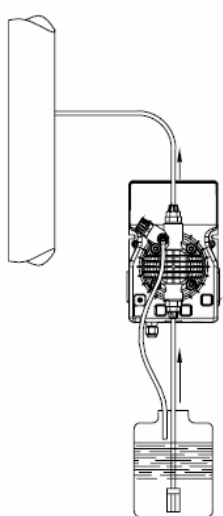
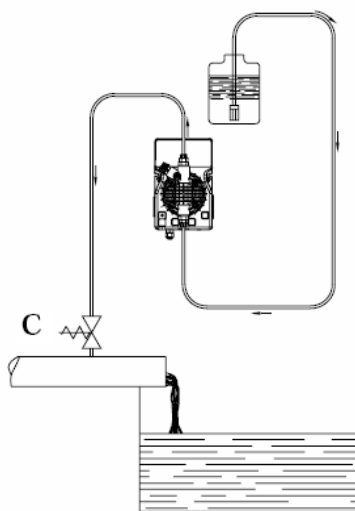

Рис. 5
Рис. 6
**c.** — Расположите насос, как показано на рис. 5, учитывая, что его можно устанавливать, как выше, так и ниже уровня дозируемой жидкости, при этом перепад уровней не должен превышать 2-х метров. Если система работает при атмосферном давлении (без обратного), а емкость с реагентами расположена выше насоса (рис. 6) необходимо часто проверять состояние клапана впрыска, т.к. его износ может вызвать попадание реагента в систему даже при выключенном насосе. Если данная проблема появляется, Вам необходимо установить антисифонный клапан (C) между точкой выброса и клапаном впрыска (либо заменить стандартный клапан впрыска на антисифонный клапан). Не устанавливайте насос над емкостью с химическими препаратами, выделяющими большое количество паров, за исключением случаев, когда емкость герметично закупорена.